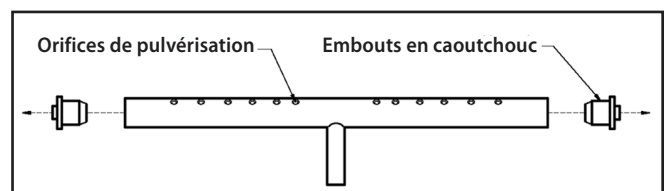

Fig. 09
- H. Ajouter la solution de nettoyage recommandée au réservoir de la maker à glace. Pour accéder au réservoir, retirer les vis du panneau avant et le panneau avant. Déterminer la quantité appropriée du produit de nettoyage à partir du dosage de mélange du fabricant du produit nettoyage de maker à glace en fonction de trois (3) quarts d'eau (consulter les directions du fabricant).
- J. Mettre le sélecteur sur la grille de la maker à glace en position CLEAN. Trois (3) quarts d'eau seront automatiquement ajoutés à la solution de nettoyage.
- N. Bien nettoyer l'intérieur du tube de distributeur et les orifices de pulvérisation. Il est possible d'utiliser la même solution de nettoyage qu'auparavant et une brosse à dents usagée pour atteindre l'intérieur du tube du distributeur (Fig. 09).
- O. Remonter les embouts en caoutchouc, le tuyau et le collier de serrage de tuyau sur le distributeur, puis remonter le tube de distributeur sur l'évaporateur avec les orifices de pulvérisation dirigés vers le bas de la plaque d'évaporateur. Remonter le panneau avant avec les deux (2) vis de panneau avant.
- P. Nettoyer l'intérieur de la maker à glace, la cuillère à glace, le panneau de porte intérieur et le joint de porte avec un savon doux et de l'eau. Utiliser deux (2) cuillères à soupe de bicarbonate de soude dans un (1) quart d'eau tiède pour nettoyer et éliminer les odeurs. Rincer à l'eau propre. **NE PAS UTILISER DE PRODUITS DE NETTOYAGE ABRASIFS.**